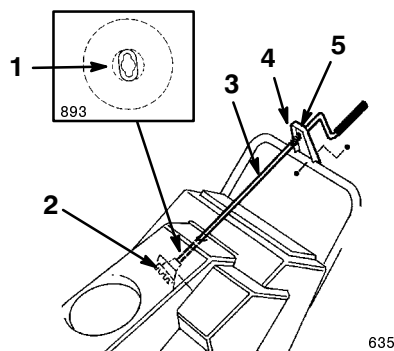

Figure 9
1. Insérez l'extrémité plate de la manivelle dans le trou du carénage tout en alignant le support de montage avec les trous de la partie inférieure du mancheron (Fig. 9).
2. Tournez lentement la manivelle jusqu'à ce que l'extrémité plate s'adapte à l'ouverture masquée de l'engrenage et que l'éjecteur tourne aussi (Fig. 9).
3. Insérez complètement la bague en plastique dans le trou du support de montage (Fig. 9).
4. Fixez le support de montage au mancheron à l'aide de deux vis et contre-écrous (Fig. 9).